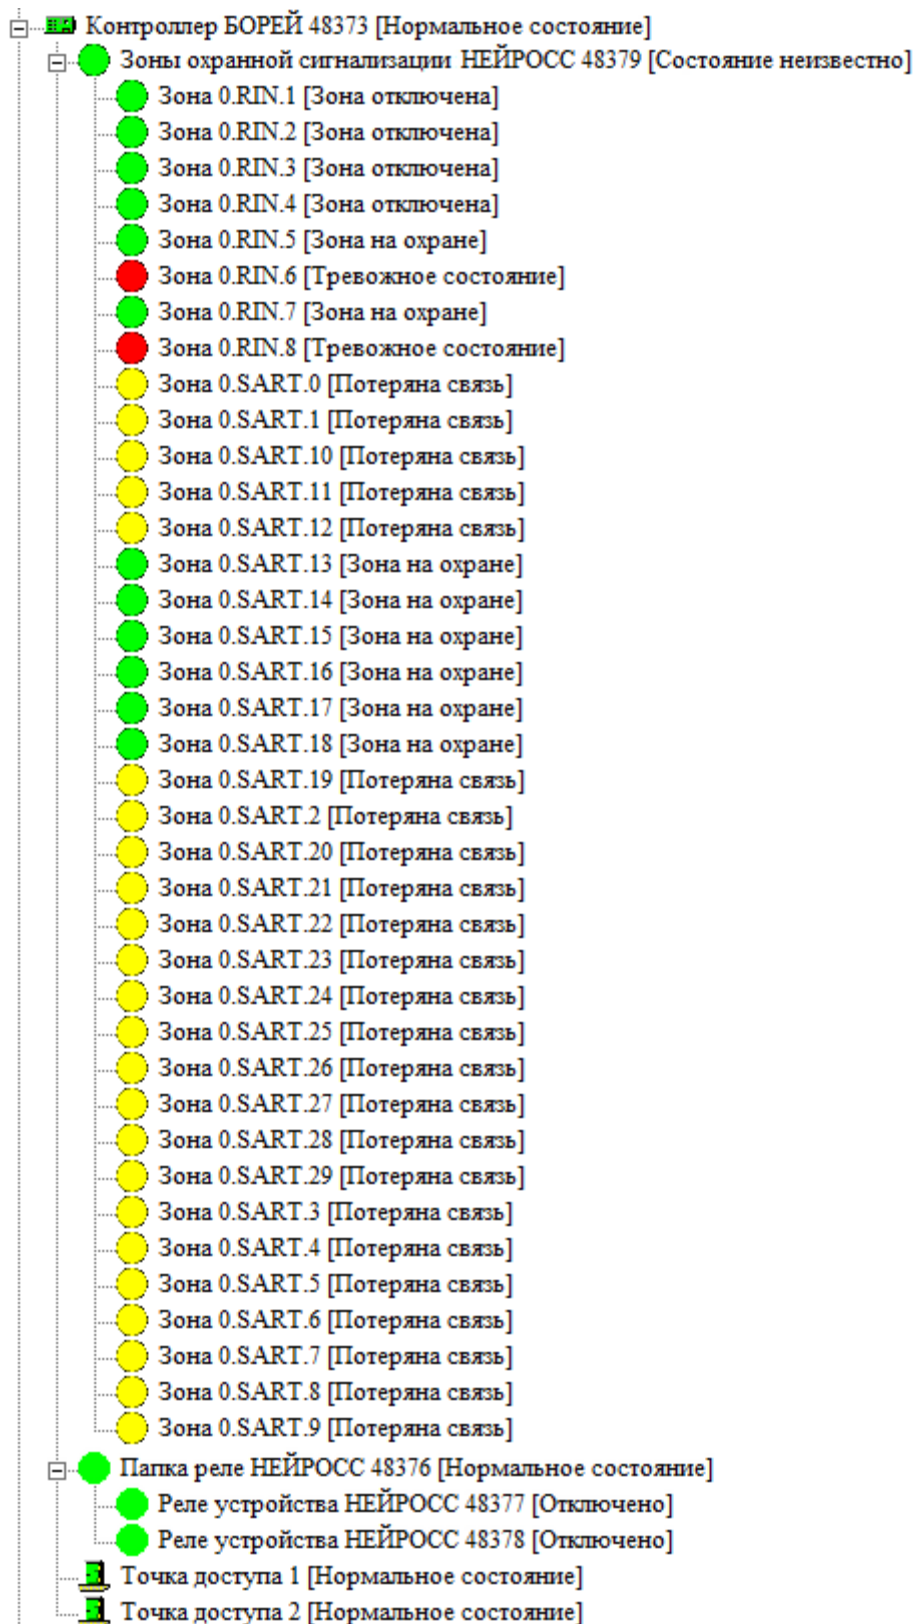

Рисунок 9.114 — Элемент **Контроллер БОРЕЙ**. Дочерние элементы
- Также будет произведён поиск всех устройств НЕЙРОСС («Борей», «ЯРС» и проч.), принадлежащих заданным в поле **Домен НЕЙРОСС** доменам. Для найденных устройств будут сконфигурированы соответствующие элементы **Контроллер БОРЕЙ**, **Контроллер ЯРС**, **Система ИТРИУМ** и проч., и их дочерние элементы: **Точка доступа НЕЙРОСС**, **Зона охранной сигнализации НЕЙРОСС**, **Реле устройства НЕЙРОСС** и проч. (рисунок 9.114).